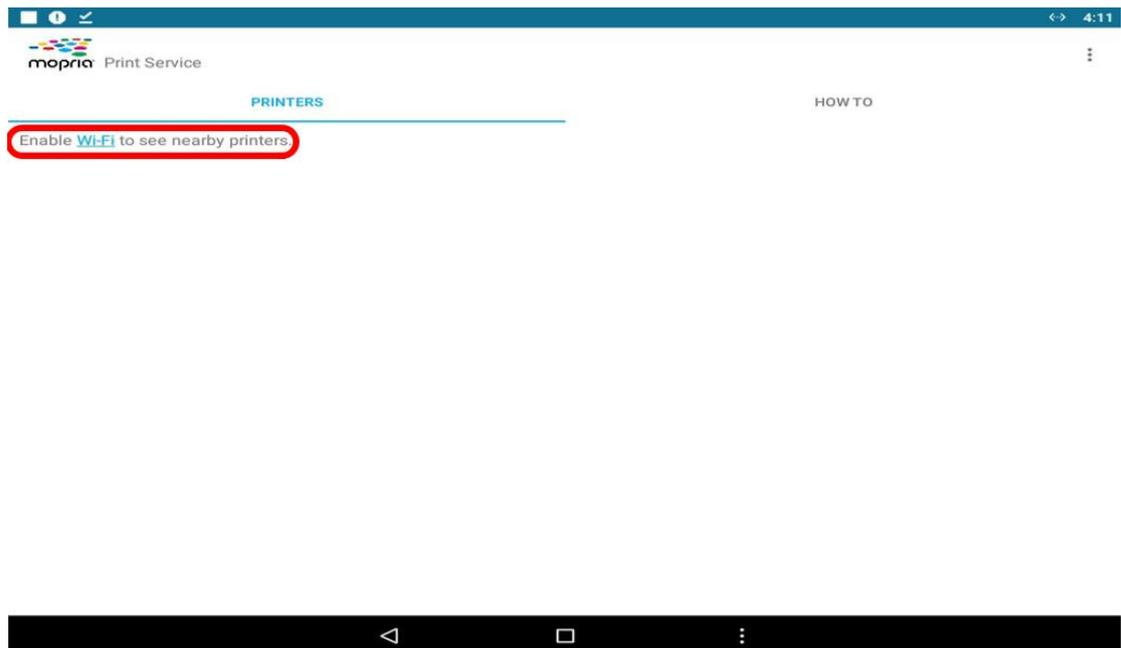

図 8
4、印刷ソフトウェアのインターフェースにアクセス後、「**Wi-Fi を有効にして近くのプリンターを表示**」をクリックしてプリンターの Wi-Fi に接続します（図 8 参照）。Wi-Fi 接続が成功すると、図 9 のように表示されます。